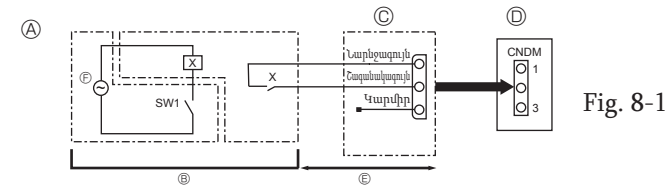

Fig. 8-1
8.1. Աղմուկի ցածր մակարդակի ռեժիմ (փոփոխություն շահագործման վայրում) (Fig. 8-1)